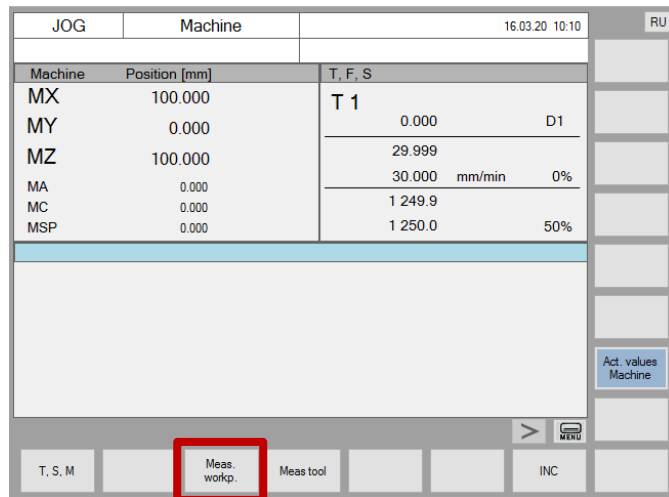

Рис.59. Кнопка экрана «Meas. workp»
4. На пульте управления нажать кнопку «Meas. workp.» в горизонтальном ряду кнопок экрана (рис.59);